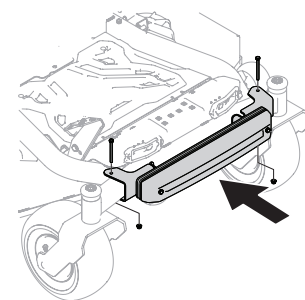

Figura 28
3. Centre visualmente el conjunto de barra de pesas en el tractor y con dos tornillos de cabeza hexagonal de 7/16" (710-3056) y dos tuercas (712-04063) sujete el conjunto de contrapeso al tractor como se indica en la Figura 28.